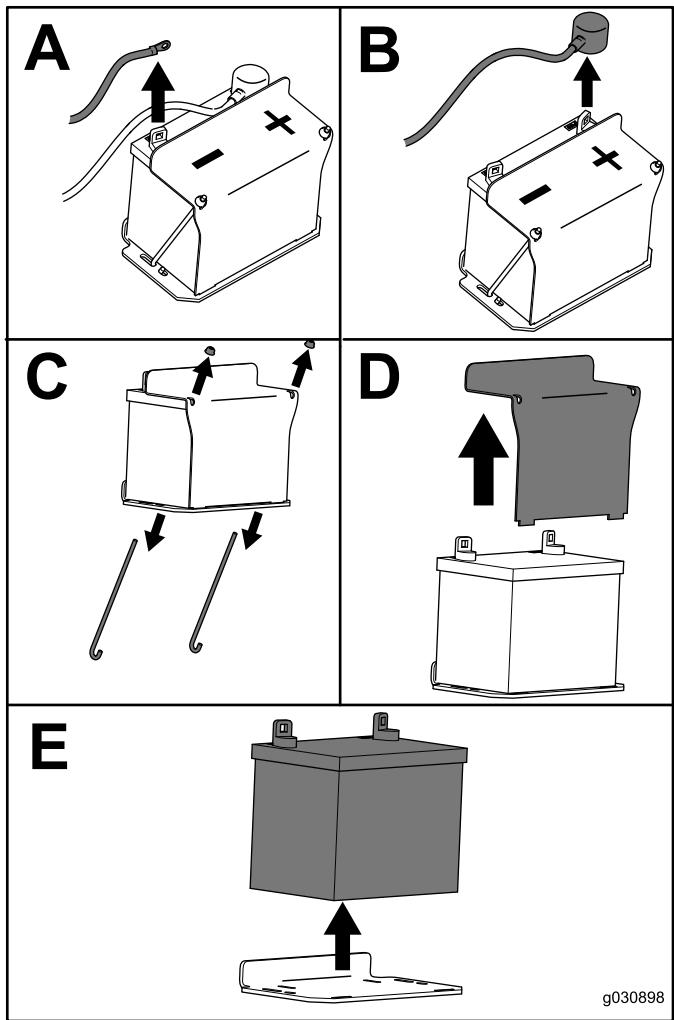

Figura 48
3. Retire la batería, según se muestra en Figura 48.